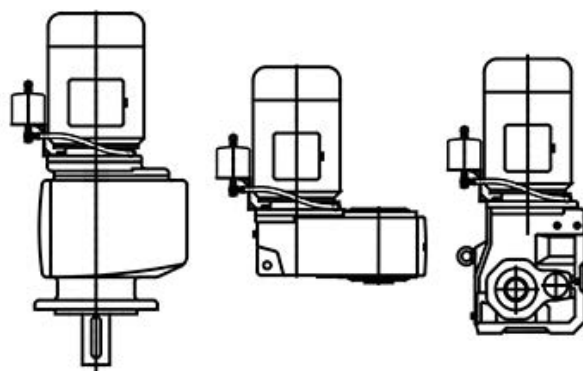

Figure 18 : Position du vase d'expansion d'huile
Le vase d'expansion d'huile doit être monté verticalement avec le raccord de tuyauterie vers le bas et la vis d'évent vers le haut. Le vase doit être monté si possible en hauteur. Pour des propositions de position du vase d'expansion d'huile, voir Figure 18. Notez que dans le cas de la position de montage M4 avec position de la boîte à bornes en position 2, un montage du vase d'expansion d'huile n'est pas possible.
2. Montez le vase d'expansion d'huile conformément à la Figure 18. Alignez-le pour cela parallèlement à l'arbre moteur.